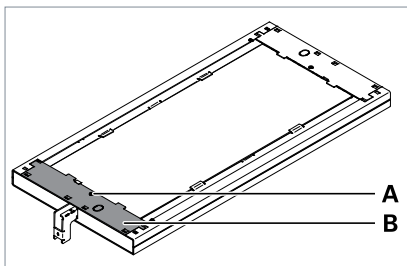

Fig. 1: Rimozione della copertura.
- ▶ Ruotare la vite **A** dalla copertura **B**, vedi Fig. 1.